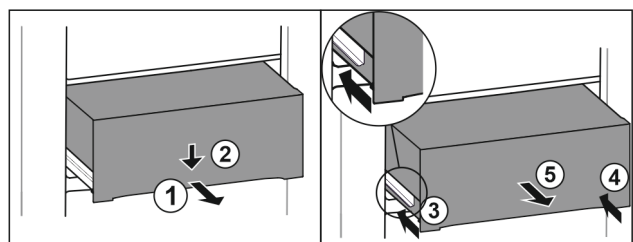

Fig. 88
- ▶ Изтеглете чекмеджето наполовина. Fig. 88 (1)
- ▶ Натиснете надолу чекмеджето от предната страна. Fig. 88 (2)
- ▶ Вкарайте лявата релса приблизително 2 cm навътре. Fig. 88 (3)
- ▶ Вкарайте дясната релса приблизително 2 cm навътре. Fig. 88 (4)
- ▶ Извадете чекмеджето напред. Fig. 88 (5)